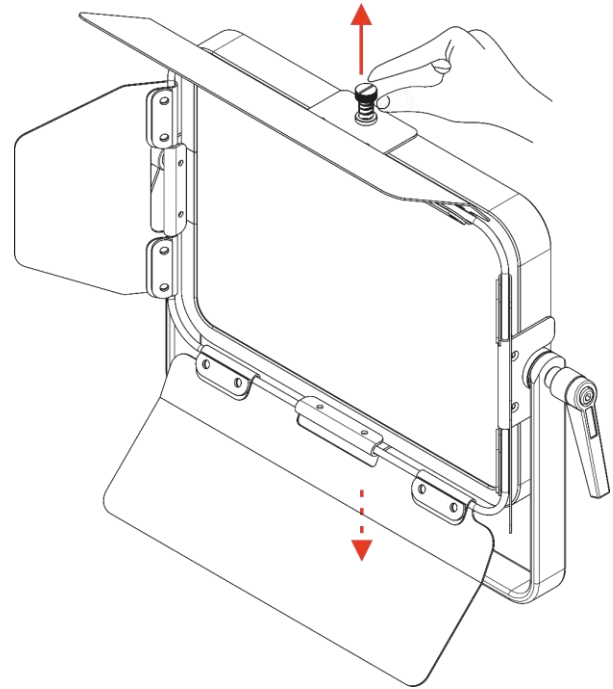

Abb. 09
- 02) Ziehen Sie die federbelastete Halterung oben auf dem Scheinwerfer nach oben und auf der Unterseite nach unten (Abb.09).